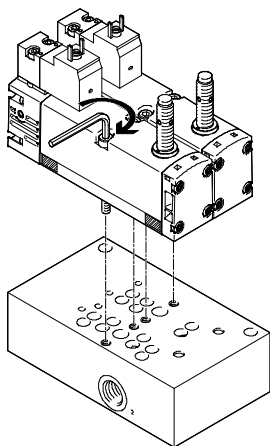

Fig. 10 Fixation des électrodistributeurs sur le bloc de commande
7. Placer l'électrodistributeur sur le bloc de commande (→ Fig. 10) et serrer les 2 vis de fixation à l'aide d'une clé 6 pans mâle SW3 (couple de serrage admissible :  $2 \text{ Nm} \pm 10 \%$ ).